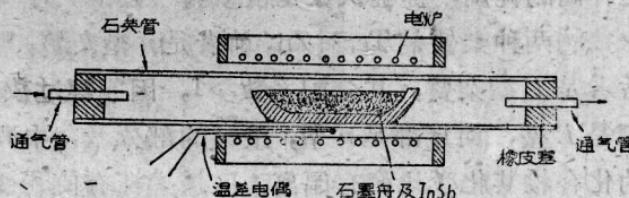

图 3 InSb 的合成装置
**装置：**用自制的电爐加热，測温用亚留美-克各美温差电偶，装 InSb 用石墨舟，放在石英管中通气。装置如图 3 所示。